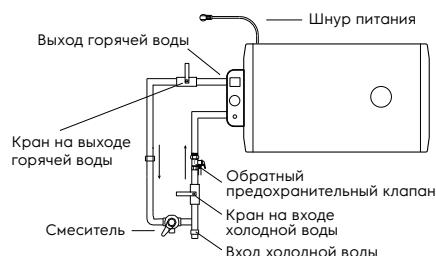

Рис. 5
1. Электрический водонагреватель следует устанавливать на твердую вертикальную поверхность (стену). Установка водонагревателей Pride существенно облегчается возможностью установить их как вертикально, так и горизонтально в любом месте вашего дома, в отапливаемом (!) помещении. Желательно установить водонагреватель как можно ближе к месту использования горячей воды, поскольку чем меньше длина труб, тем меньше потери тепла. Как показано на рис. 5, при горизонтальной установке водонагревателя трубы подводки должны быть расположены справа. При установке водонагревателя рядом со стеной, оставьте рекомендованное свободное пространство для технического обслуживания. Не устанавливайте водонагреватель на горизонтальной поверхности и вплотную к полу